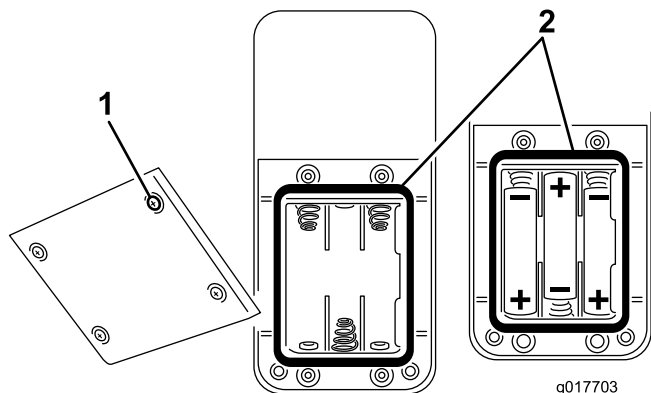

Figura 40
2. Para instalar pilas en un compartimento vacío, instale tres pilas nuevas tamaño AAA. Asegúrese de que orientar las pilas según se indica en Figura 40.
3. Para cambiar pilas gastadas, retire las pilas usadas e instale tres pilas nuevas tamaño AAA. Asegúrese de que orientar las pilas según se indica en Figura 40.